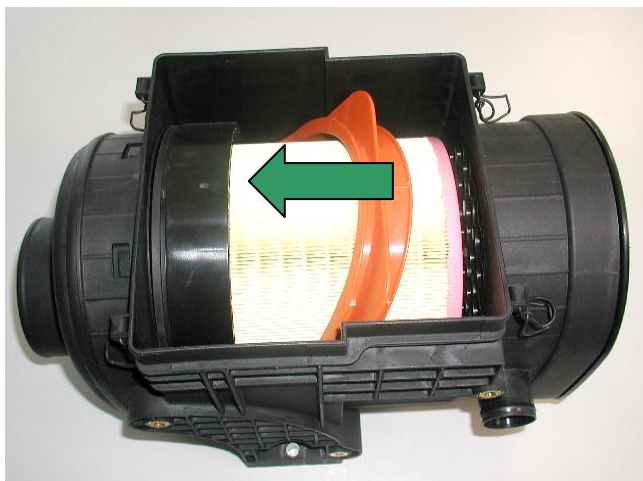

Рис. 4 Разблокировка рамы основного фильтроэлемента
- Красную зажимную скобу переместите в направлении „Unlock“ ("Разблокировать") (см. Рис. 4).